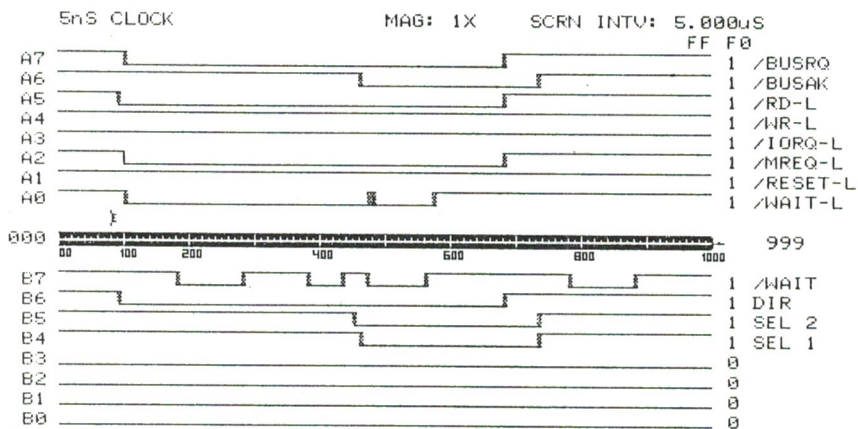

Abbildung 7: Lesen aus einer Speicherzelle
- Abbildung 7 stellt hierbei den Lesevorgang aus einer Speicherzelle des NDR dar, wobei